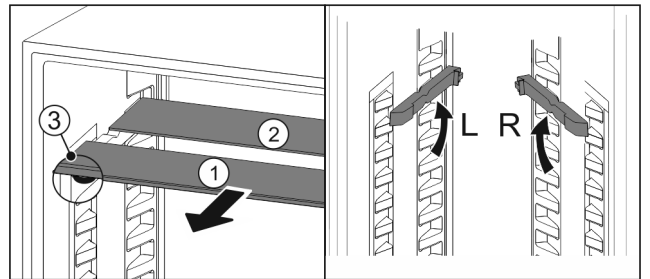

Fig. 102
- ▶ Húzza ki Fig. 102 (1) előre az üveglapokat egyesével.
- ▶ Az üveglap Fig. 102 (1) a díszlécet előre néz.
- ▶ Az ütközők Fig. 102 (3) lefelé mutatnak.